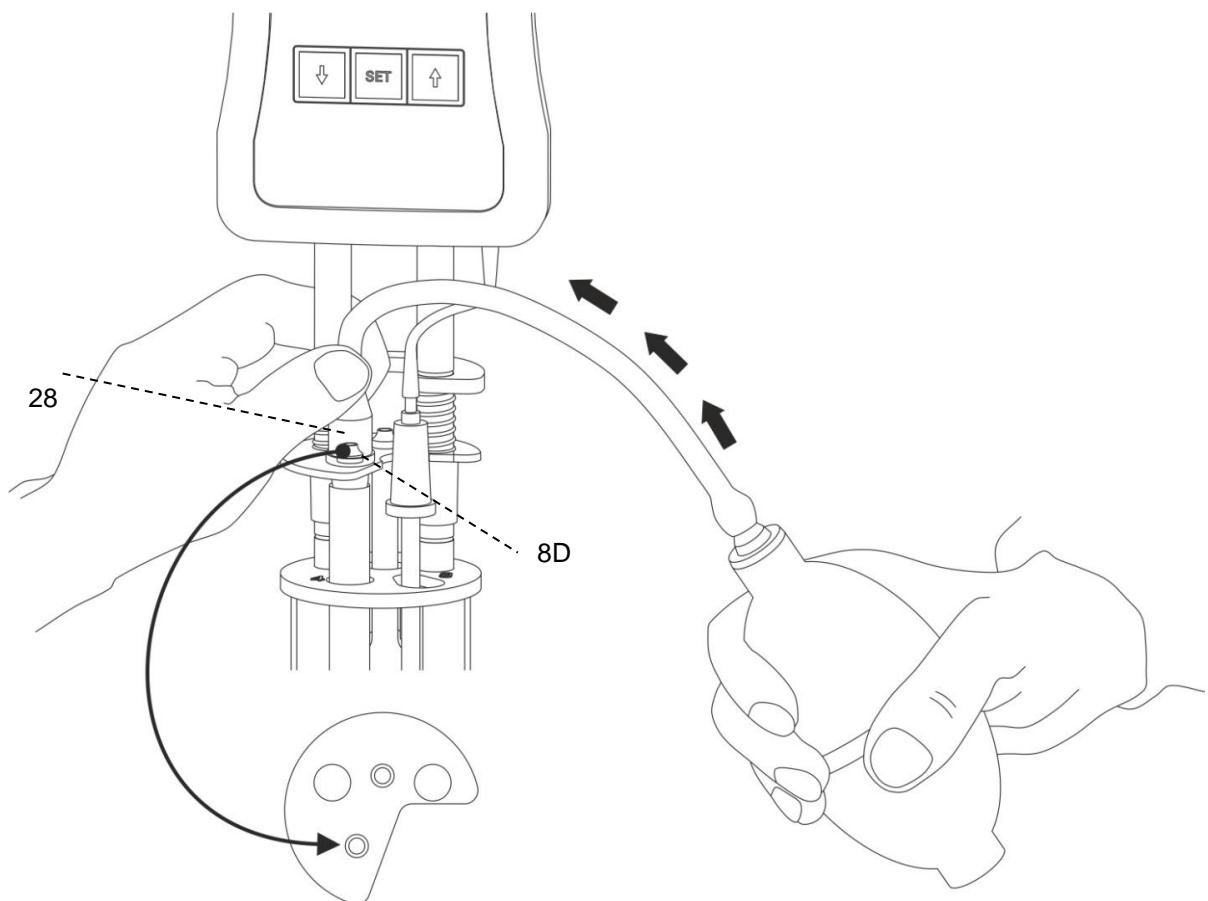

Fig. 8 Operación de empuje con bomba manual VZ 6550
- (a) en operación de empuje sobre el tapón de silicona 8D sobre el tubo de llenado (véase la Fig. 8)